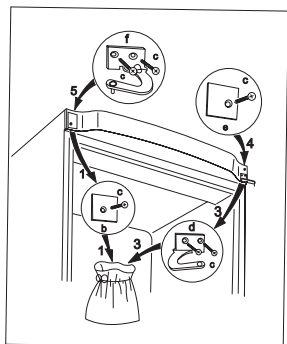

Fig. 1.
- Retirez la charnière supérieure gauche (f) et la plaque (e) du sachet en plastique et fixez les à l'aide des vis (c) (Fig. 1).